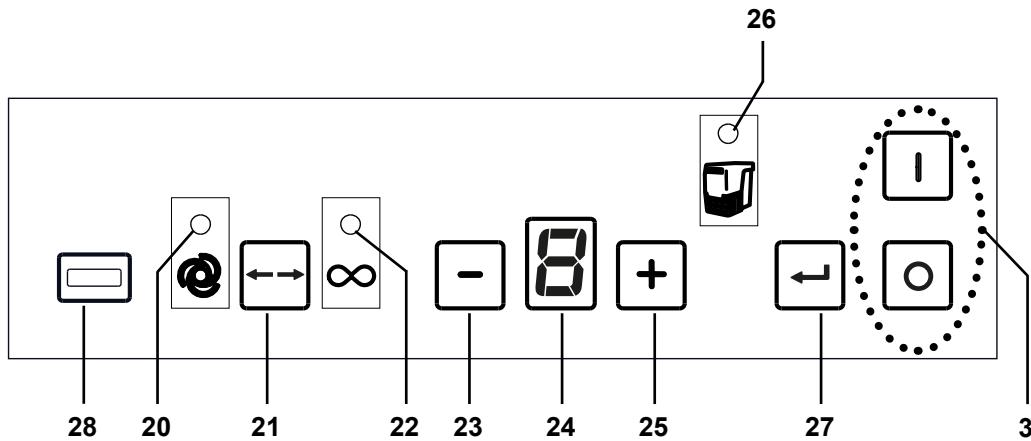

Рис. 2
- ⇒ Аппарат выключать с помощью включателя / выключателя (3, Рис. 2).
Обслуживание вытяжки осуществляется с помощью клавиш на панели управления (Рис. 2).